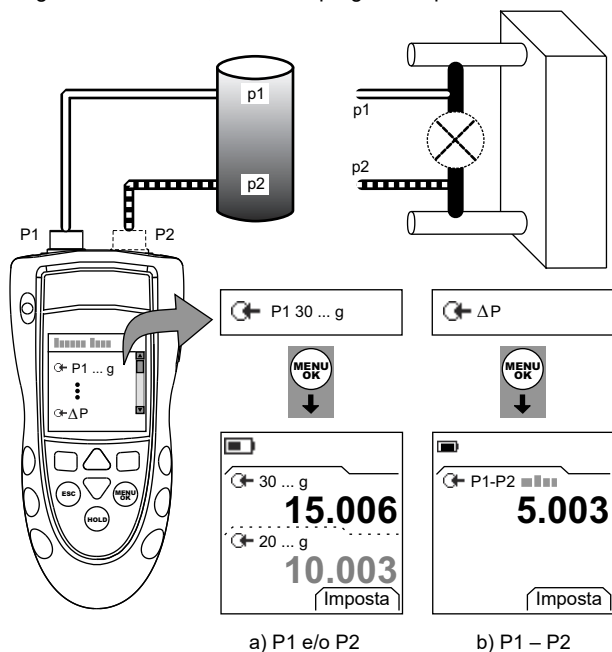

Figura 2: Esempio configurazione – Misurazione della pressione
1. Collegare lo strumento (Figura 2) e, se necessario, modificarne il *Setup* (Tabella 1).
Gli esempi nella Figura 2 indicano:
1. Collegare lo strumento allo standard relativo alla pressione (Figura 2).